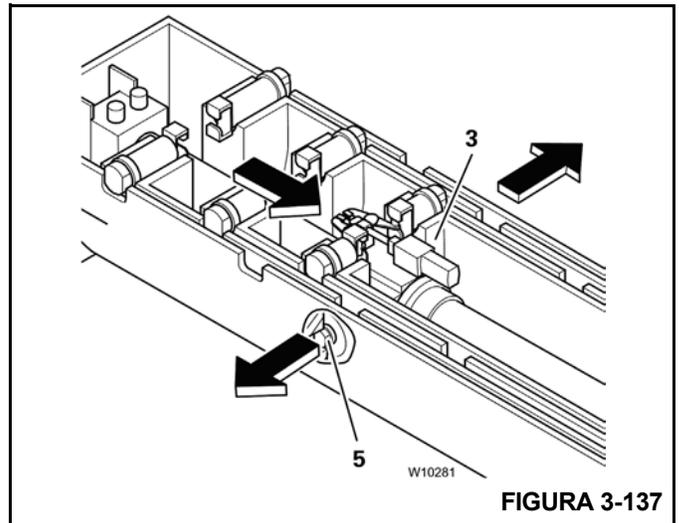

FIGURA 3-137
2. Movimiento y bloqueo del cilindro telescópico (Figura 3-137);
- a. El cilindro telescópico se mueve en la sección telescópica que se va a telescopizar, por ejemplo, sección 3 (3).
- b. Los pasadores de bloqueo del cilindro (5) se extienden, el cilindro telescópico se bloquea en la sección 3.